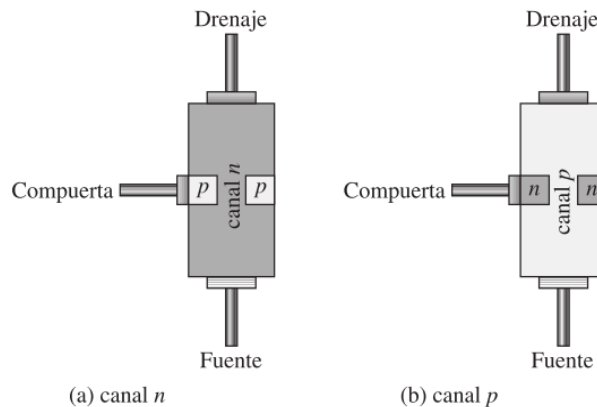

Figura 1. Representación de la estructura básica de los dos tipos de JFET.
La figura 1(a) muestra la estructura básica de un JFET de canal N. Cada extremo del canal N tiene una terminal; el drenaje se encuentra en el extremo superior y la fuente en el inferior. Se difunden dos regiones tipo P en la región tipo N para formar un canal y ambos tipos de regiones P se conectan a la terminal de la compuerta. Por simplicidad, la terminal de la compuerta se muestra conectada a una sola de las regiones P. En la figura 1(b) se muestra un JFET de canal P.
1. Armar el circuito mostrado en la figura 1(a).